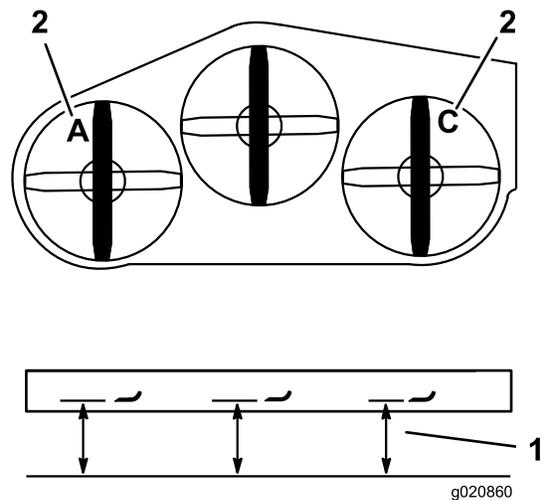

**Figura 85**
2. Misurate la lama sinistra al punto **B** da una superficie piana fino al tagliente della punta della lama e annotate la misura rilevata (Figura 85).
3. Misurate la lama destra al punto **D** da una superficie piana fino al tagliente della punta della lama e annotate la misura rilevata (Figura 85).
4. La differenza tra la misurazione eseguita al punto **B** non deve essere superare la misurazione al punto **D** di oltre 3 mm. (Figura 85). In caso contrario eseguite la seguente operazione.